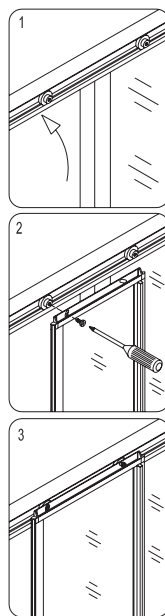

Рис. 6
6. Далее следует собрать раздвижные двери. Вставьте два ролика **(08)** в направляющую рейку, возьмите одну из раздвижных дверей **(13)** и установите ее на роликах. Прикрутите ролик и верхнему профилю раздвижной двери шурупом М5×8 **(07)** через имеющиеся отверстия, как показано на рис. 6. Затем вставьте два других ролика **(08)** в нижнюю направляющую и закрепите стекло. Повторите данные действия для второй раздвижной двери. Рис. 6